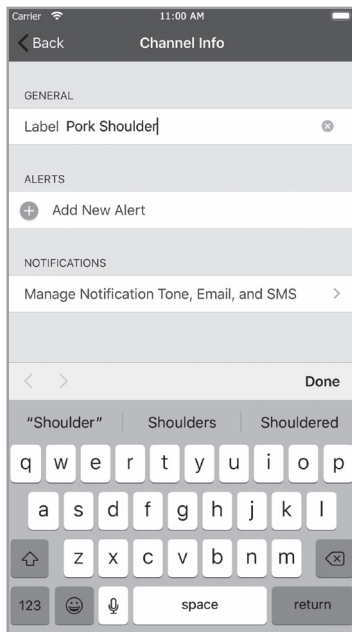

FIG. 18
- Les noms des deux ports de sonde peuvent être définis en fonction de ce que vous cuisinez. En tapant sur le port de la sonde dans la bannière grise, vous pourrez changer son nom. (**FIG. 18**) Ce nom sera également utilisé dans les différents tableaux de l'application.
- Une alerte - sous la forme d'une application d'alerte, d'un message texte ou d'un courriel - peut être définie pour vous faire savoir quand une des sondes de viande est à une certaine température. Il suffit de taper sur la température indiquée pour la sonde dans le bandeau gris, d'appuyer sur « Add New Alert » (Ajouter une nouvelle alerte), puis sur « Set Up Alert » (Configurer l'alerte) et de régler vos paramètres. (**FIG. 18, 19**)